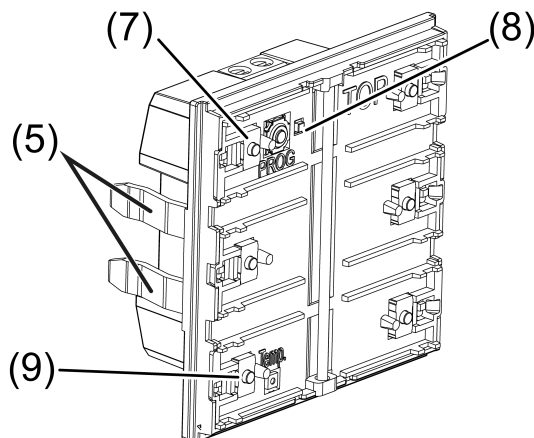

Figure 3: Bouton sensoriel
- i** Lors du montage du bouton sensoriel, le marquage « TOP » doit être orienté vers le haut. (voir figure 3)